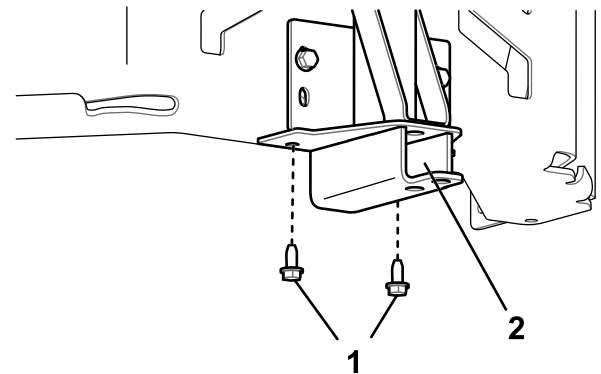

Figura 8
3. Sujete el bastidor de pivote a la parte inferior del bastidor de la máquina usando 2 tornillos autorroscantes (5/16" x 3/4"), según se muestra en Figura 8.